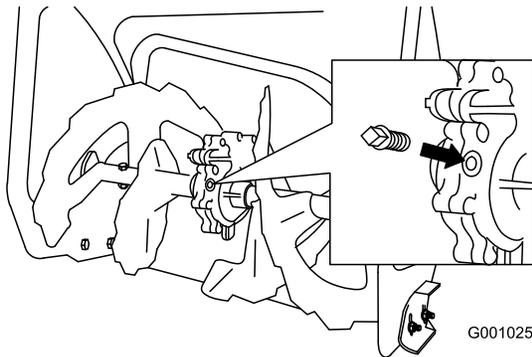

Figura 50
2. Pulite l'area circostante il tappo del tubo (Figura 50).